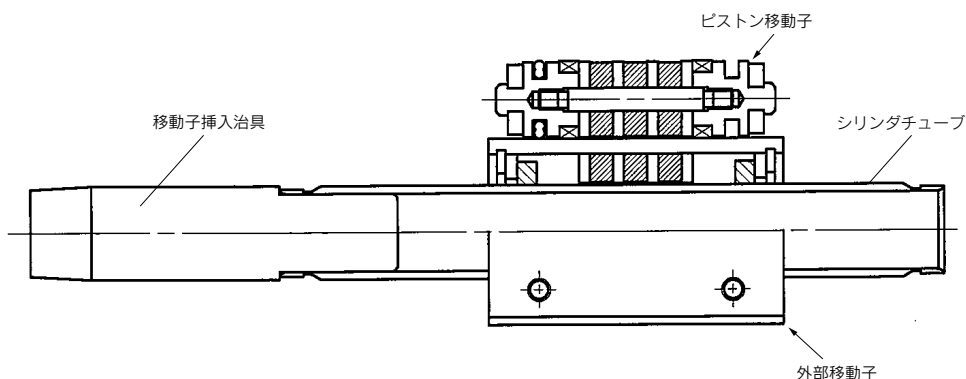

図11 正しい方向性(各移動子の中心に位置する)($\phi 10$)
- (1) シリンダチューブ内周面にグリースを塗布してください。
- (2) ピストン移動子を外部移動子上に置いてください($\phi 6$ 、 $\phi 10$ の場合)。 $\phi 6$ 、 $\phi 10$ 以外のサイズは各移動子の挿入方向性はありませんので作業不要です。
- (3) 図12のようにピストン移動子が外部移動子の中央で吸着できない場合は、ピストン移動子を 180° 反転して図11のようになしてください。間違った方向で各移動子をシリンダチューブに挿入すると、正常な磁石保持力は発生しません。また、正常なストロークも出ません。ご注意ください。
- (4) シリンダチューブに移動子挿入治具を挿入してください。
- (5) 各移動子が図11の状態であることを確認したうえで、グリースを塗布した外部移動子をシリンダチューブに挿入してください。
- (6) 移動子挿入治具をシリンダチューブから外してください。
- (7) グリースを塗布したピストン移動子をシリンダチューブに挿入してください。
- (8) 外部移動子を手で複数回移動させ、グリースをシリンダチューブ全体になじませてください。
- (9) 外部移動子をストローク端に移動させ、ピストン移動子端面に付着した余分なグリースを軽くふき取ってください。
- (10) 分解時の逆の手順でエンドカバー等を再組付けしてください。